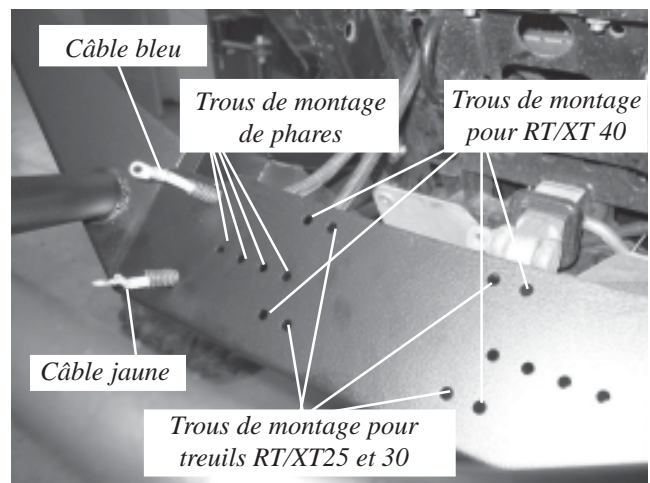

Figure 11
1. Les trous de montage de treuil WARN sont illustrés à la figure 11. (Les treuils RT/XT 25 et 30 emploient les trous intérieurs et les treuils RT/XT40 les trous extérieurs.)
2. Si aucun treuil n'est monté sur le pare-chocs, les trous illustrés à la figure 11 peuvent être utilisés pour le montage de phares sur le pare-chocs. En cas d'utilisation d'un treuil, des trous au bas du pare-chocs, illustrés à la figure 13, peuvent être utilisés pour monter des phares.